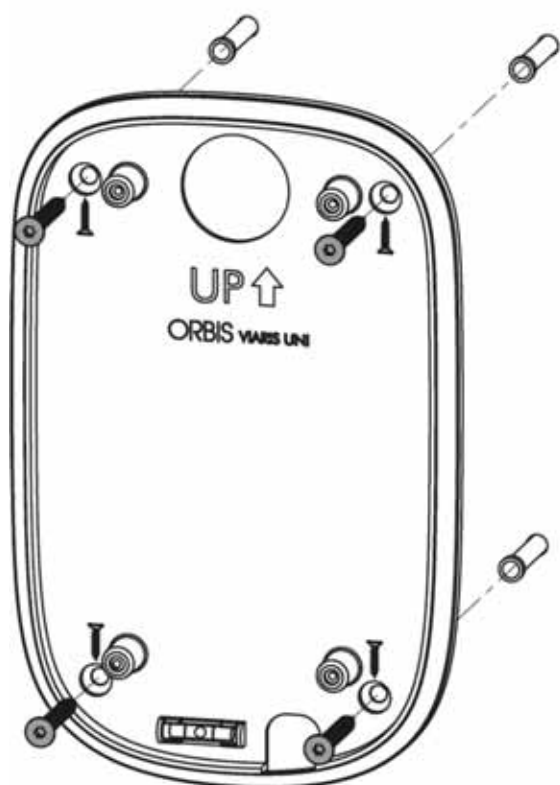

Fig.1
- Fissare la base a parete con le viti. Fig.1